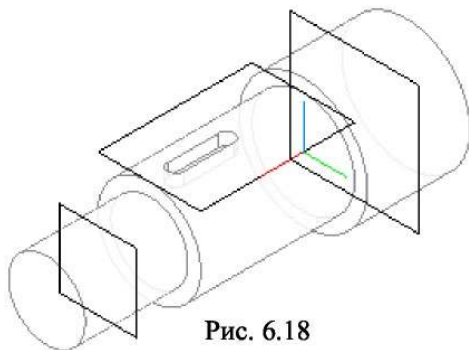

Рис. 6.18
4) Паз формируем с использованием команды  **Вырезать выдавливанием** (рис. 6.18).